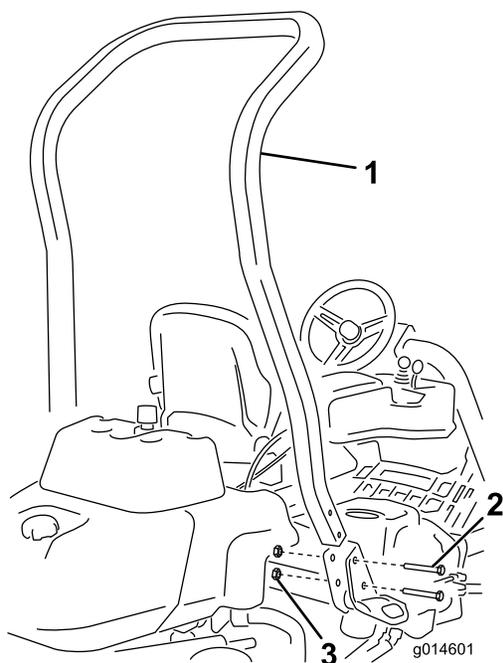

Рисунок 3
3. Установите дугу защиты при опрокидывании в гнезда на каждой стороне машины, используя 4 болта на 1/2 x 3-3/4 дюйма и 4 гайки с буртиком (1/2 дюйма) (Рисунок 3).